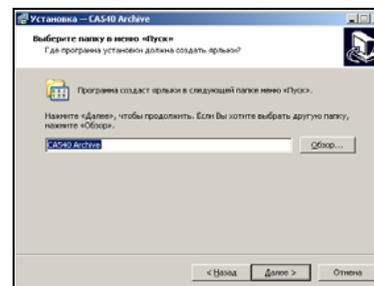

Рисунок 8.14
3) Определить место размещения ярлыков программы в меню "Пуск", для чего в окне (рисунок 8.14) следует либо согласиться с предлагаемой по умолчанию папкой, либо выбрать другой вариант, щелкнув по кнопке **Обзор**. Для продолжения выполнения установки программы щелкнуть по кнопке **Далее**.